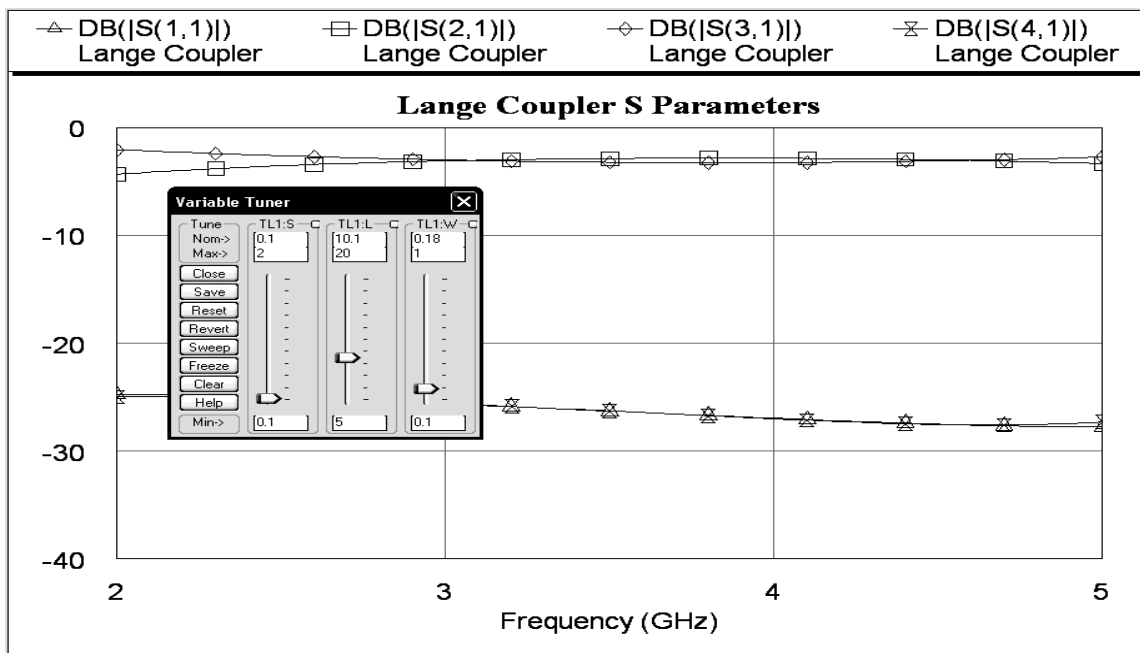

Рис. 3.35
13. Щёлкните по значку **Tune** на панели инструментов и, двигая движки переменных на блоке настройки, добейтесь нужной характеристики (рис. 3.35). Закройте блок настройки и, щёлкнув мышкой по значку **Tune Tool** на панели инструментов, отмените настройку для переменных **W, S** и **L** элемента **MLANGE**.